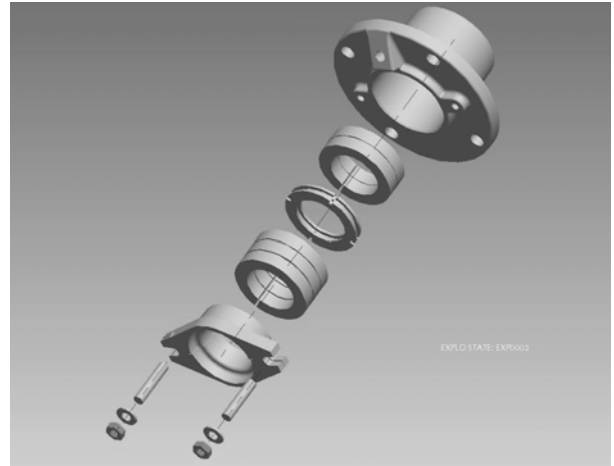

图 46：带套环的填料函的分解图
8. 将填料函盖、柱螺栓、垫圈和螺母方形与填料函组装到一起，并箍紧（见图 46 所示的分解组装）。